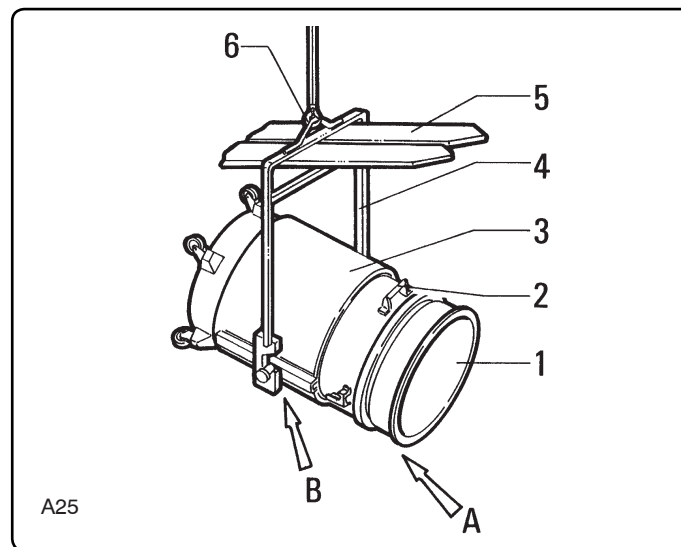

Fig.6.4.6
6.4.6 - Staffe e fascia di sollevamento del contenitore (fig. 6.4.6)
6.4.6 - Container lifting bracket clamp (fig. 6.4.6)
6.4.6 - Etrier et enveloppe de soulèvement de la cuve (fig. 6.4.6)
6.4.6 - Stulpbügel zum Heben des Behälters (Abb. 6.4.6)